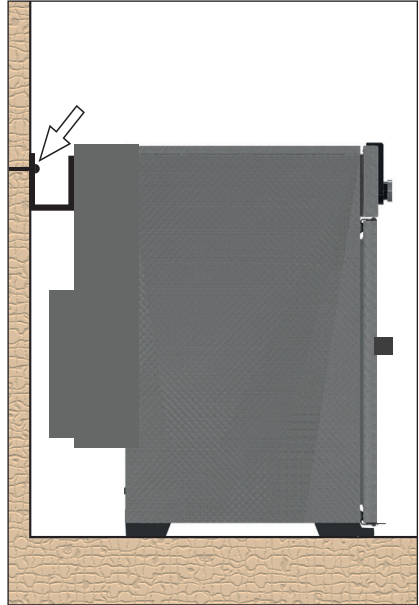

Abb. 16 Kippsicherung an der Wand festschrauben
3. Loch bohren, Dübel setzen und Kippsicherung an einer geeigneten Wand anschrauben (Abb. 16).